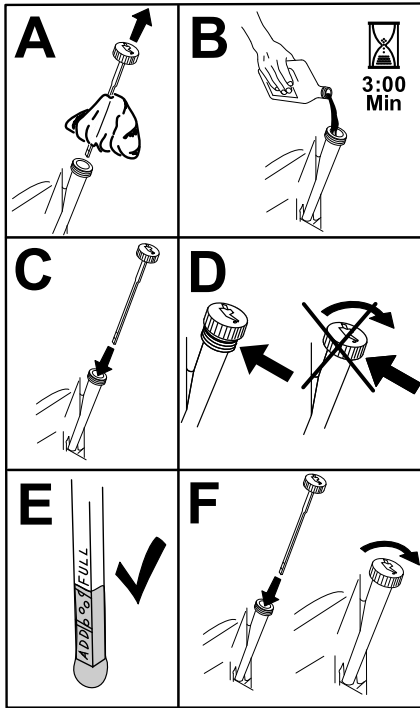

Figura 33
- Vierta lentamente un 80 % aproximadamente del aceite especificado por el tubo de llenado, luego añada lentamente el resto del aceite hasta que llegue a la marca de **Lleno** (Figura 33).